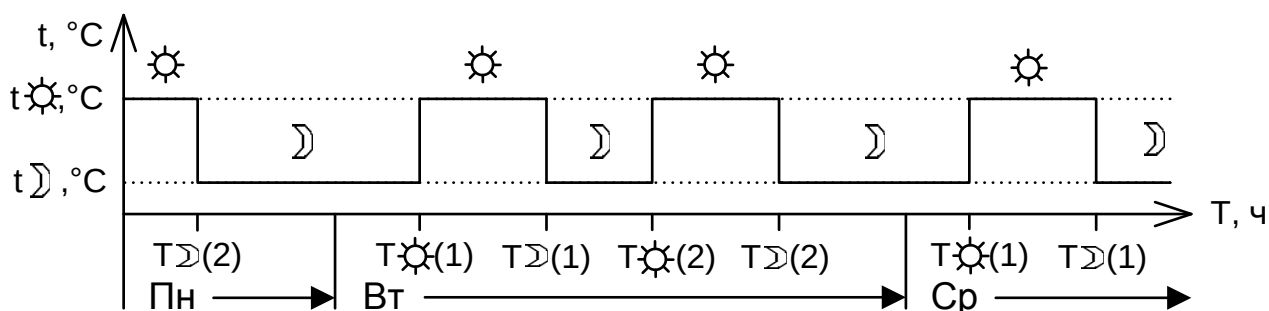

Рисунок 8 - Временной (недельный) график
7.6.1 В режиме “Программа” возможна установка для каждого дня недели до двух периодов, состоящих из начала и конца времени действия уставки температуры $T_{\odot}$ “Норма” и $T_{\supset}$ “Ниже” (см. рисунок 8).